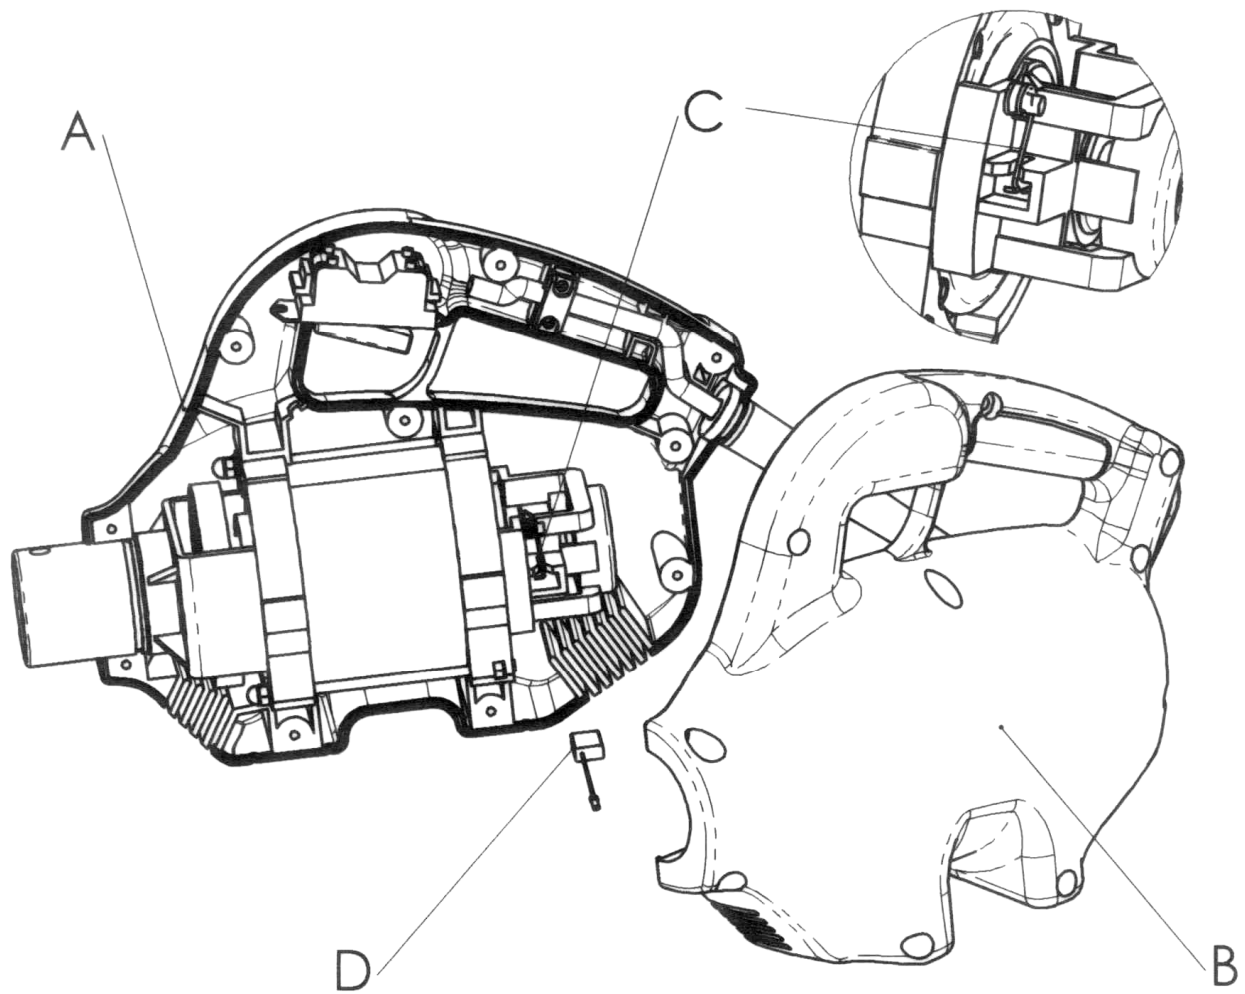

Fig.: 1.10-1
- **Moteur Électrique:** Il faut vérifier l'état de la cheville, câble électrique, interrupteur et roulement. Les balais du moteur c'est le seul élément qui se trouve soumis à usure. Pour vérifier leur état, vous devez ouvrir la couverture **Pos. A** et **B** et ensuite lever la gâchette du ressort **Pos. C** et ôter le balai **Pos. D**. Vérifier et si elle nous montre une usure importante il faut la remplacer. Agir de la même manière pour les deux. **(Voir figure 1.10-1).**